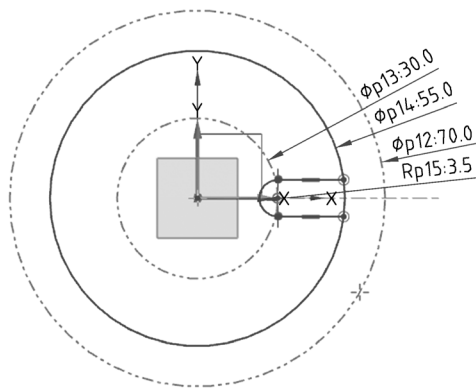

图 1-4-7 绘制腰形槽
(3) 绘制腰形槽。单击【直接草图】→【轮廓】命令，绘制腰形槽，腰形槽尺寸为 R3.5，如图 1-4-7 所示。